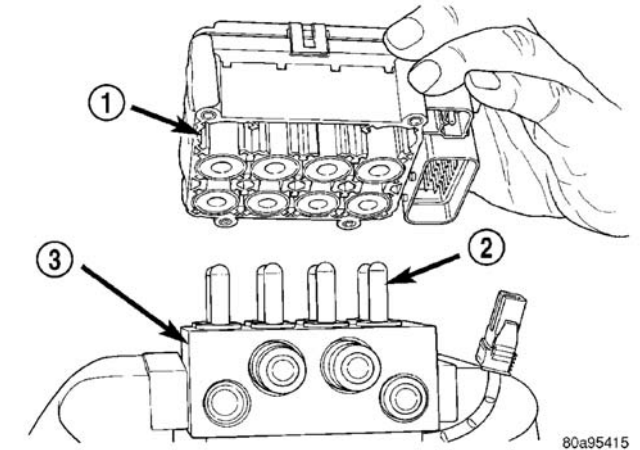

图 24 拆卸/安装 CAB（典型形式）
- （4）从 HCU 卸下 CAB（图 24）。
- （1）将 CAB（图 24）安装到 HCU 上。